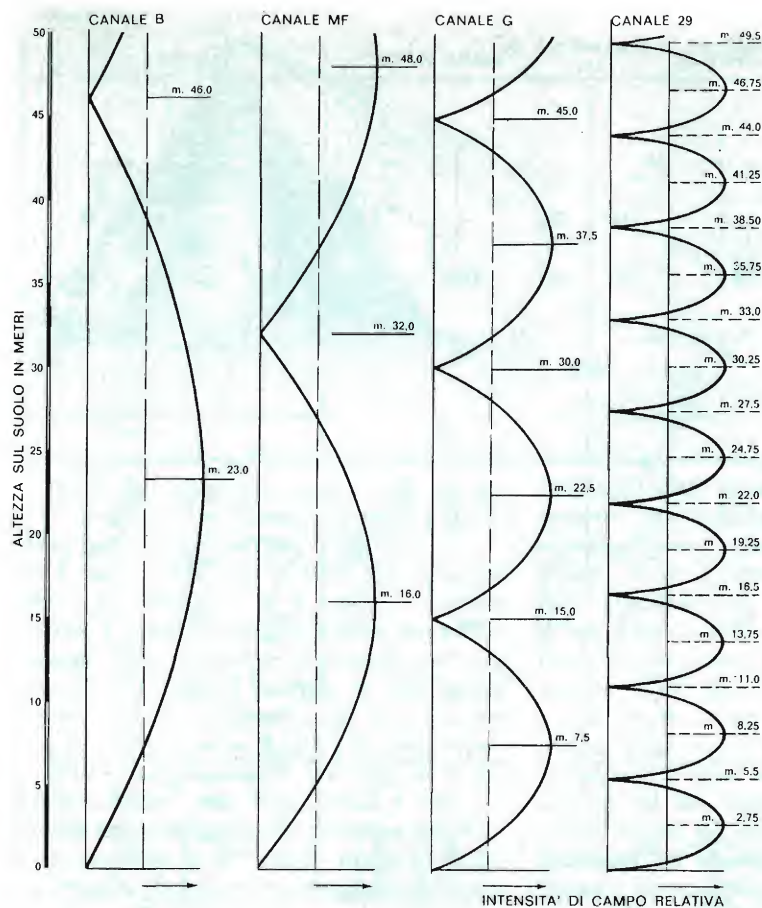

Fig. 3 - Diagrammi teorici di distribuzione del segnale per i canali B, MF, G, 29.
Con l'ipotesi che il terreno sia perfettamente riflettente e cioè che i raggi riflessi abbiano la stessa intensità di quelli diretti, nella *fig. 3* è indicata, nei diversi casi, l'intensità relativa del campo disponibile nei punti  $P_1$ ,  $P_2$  e  $P_3$ : tale intensità è data dalla lunghezza delle frecce rosse ottenute dalla somma grafica delle frecce nere. Queste indicano il campo del solo raggio diretto e del solo raggio riflesso e formano fra loro gli angoli corrispondenti appunto ai ritardi causati dalle differenze di percorso: di conseguenza, la lunghezza delle frecce rosse può variare da zero fino al doppio della lunghezza di una singola freccia nera.
**Diagrammi di distribuzione del campo** - Nella *fig. 3* sono indicati i diagrammi teorici di distribuzione del segnale corrispondenti al caso del nostro esempio e per i 4 canali considerati.